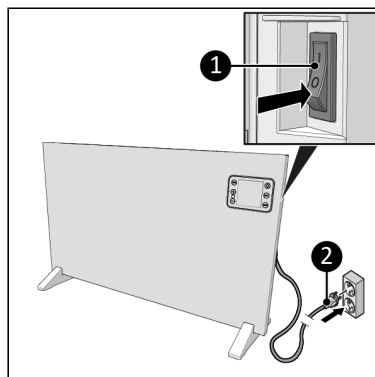

Figure 65.
2. Assurez-vous que le commutateur ON/OFF est en position OFF (Figure 65, pos. 1).
3. Insérez la fiche d'alimentation (Figure 65, pos. 2) dans une prise murale reliée à la terre et facilement accessible. Utilisez une prise murale mise à la terre d'une puissance minimale de 2500 watts.